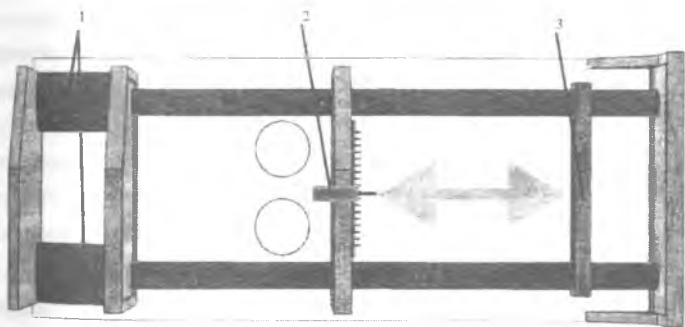

Рис. 2. Упрощённая схема сопряжения испытуемого разъёма и датчика
Шаговый привод 1 (рисунок 2) связан винтовой передачей с подвижной платформой (3), на которой закреплён испытуемый разъём и обеспечивается сочленение/расчленение с контрольным штырём со скоростью 10 мм/с. Контрольный штырь закреплён на тензометрическом датчике усилий растяжения/сжатия (2). Жесткость и правильность приложения и вектора силы обеспечивается конструкцией подвижной платформы. Второй датчик закреплён на основании прибора и связан с контрольным соединителем. Расположение выбрано таким образом, что при прямом ходе испытуемого соединителя (сочленении) контрольный соединитель упирается в стенку прибора, обеспечивая надёжное соединение и соосность контактных пар. При обратном ходе контрольный соединитель свободен и на датчике фиксируется суммарное усилие расчленения контактных пар